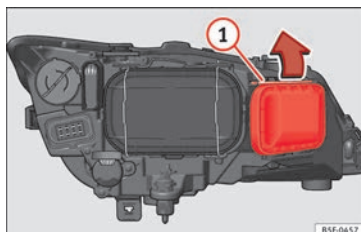

Abb. 106 Glühlampe für Blinklicht
- Verschieben Sie die Strebe » **Abb. 106 ①** in Pfeilrichtung und nehmen Sie die Abdeckung ab.